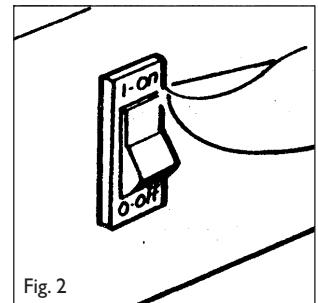
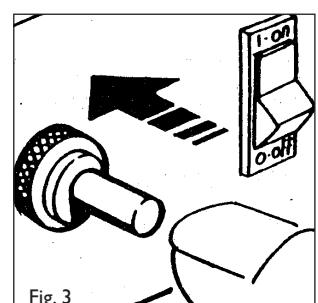
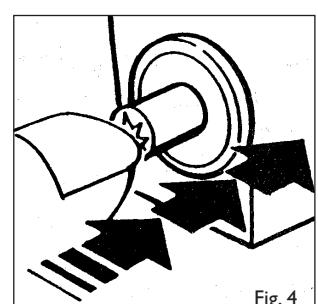

Fig. 2
Fig. 3
Fig. 4
- Slå på viftebryteren til stilling 1 (Fig.2) og sjekk at viften roterer. Trykk på gassventilens knapp(Fig 3) og samtidig trykk inn den piezoelektriske knappen , inntil brenneren starter (fig.4).
- Apparatet kan også brukes som vifte. Da må gasstilførselen frakobles. Og apparatet slåes på (Fig 2).